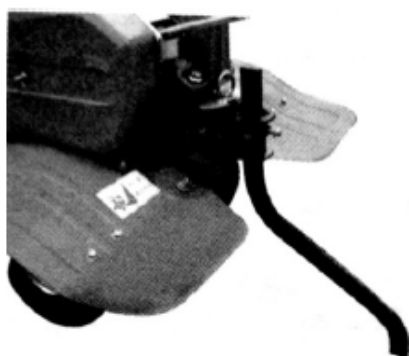

Figura 6
- Prin reglarea înălțimii manetei de amortizare, se poate regla adâncimea de lucrare cu cultivatorul. Mai exact, prin reglarea manetei în jos, adâncimea de lucrare cu cultivatorul va crește, iar reglarea manetei în sus, adâncimea de lucrare cu cultivatorul va scădea. (A se vedea Figura 6).